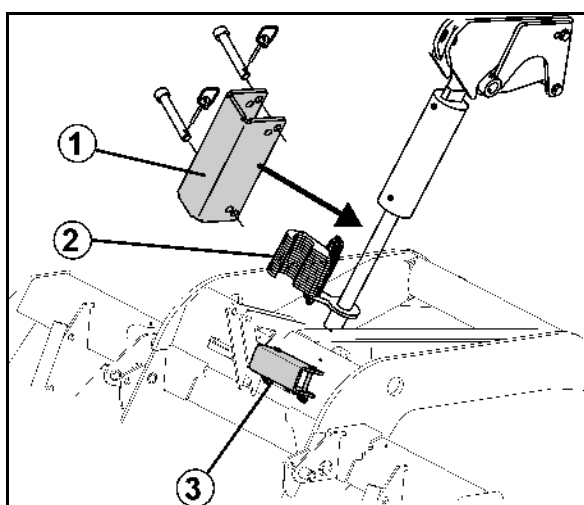

Рис. 10
- Механический стопор цилиндра ходовой части (Рис. 10/1) для предотвращения непроизвольного опускания зубьев при техническом обслуживании
2. Откиньте все распорные элементы (Рис. 10/2) от поршневого штока.
3. Извлеките стопор из парковочного положения (Рис. 10/3).